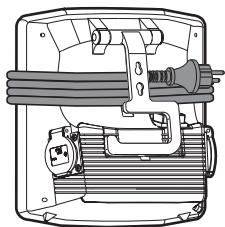

Abb. 12
- 4.2 Nach Benutzung bitte das Kabel um das Gehäuse wickeln (siehe Abb. 12).